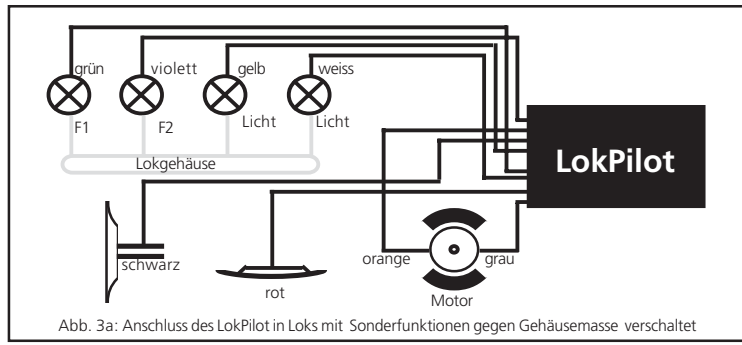

Abb. 3a: Anschluss des LokPilot in Loks mit Sonderfunktionen gegen Gehäusemasse verschaltet
- Die Lampen/Funktionen sind gemeinsam gegen die Lokmasse geschaltet (z.B. fast alle Märklin®-Lokomotiven sowie ältere Fleischmann®- oder Roco®-Loks). Diesen Fall zeigt Abb.3a.